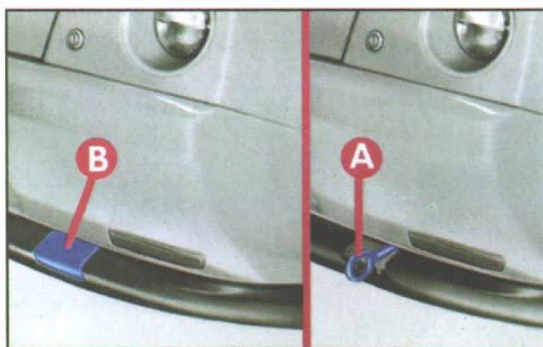

fig. 34
- retirar a tampa **B-fig. 34** no pára-choque traseiro, fazendo alavanca com uma chave de fenda e parafusar o gancho **A** no pino roscado.